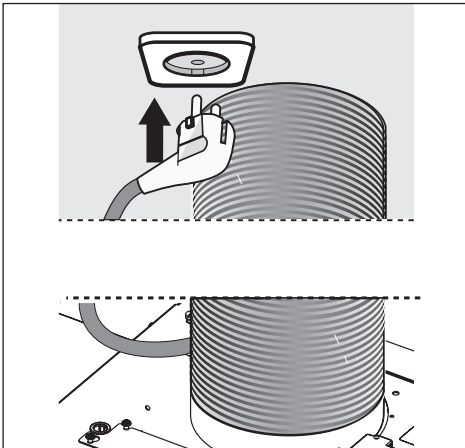

Fig.12
- Выполнить электрическое подсоединение (рис. 12).